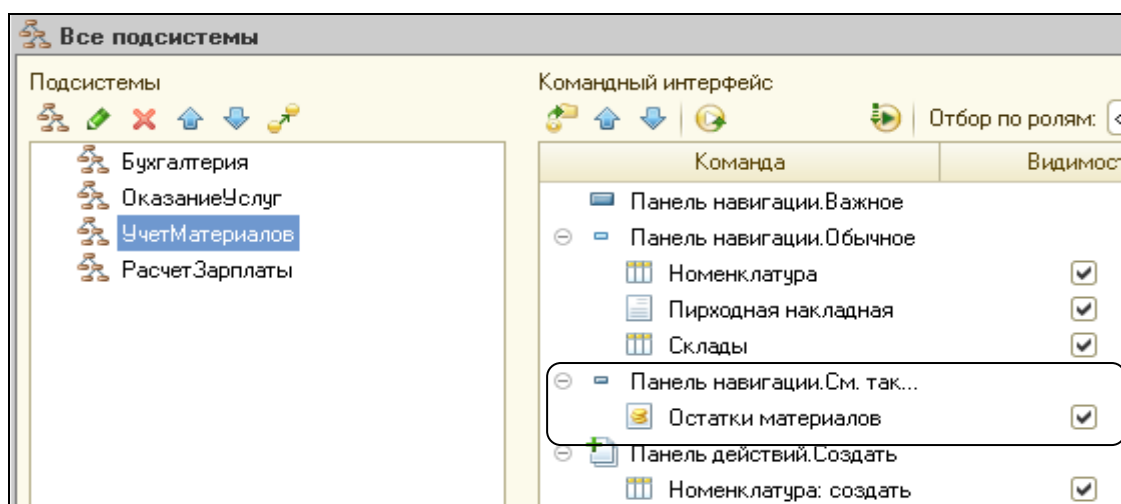

Рисунок 3.4 Видимость команды Остатки материалов
9. Вернитесь к дереву конфигурации. Отредактирует командный интерфейс. Правой кнопкой мыши открыть группу **Подсистемы** ветки **Общие**. В списке подсистем выбрать **Все Подсистемы**. Выделить подсистему **УчетМатериалов**. Установить видимость у команды остатки материалов и мышью перетащить ее в область Панель навигации «См.также» (рис. 3.4.).